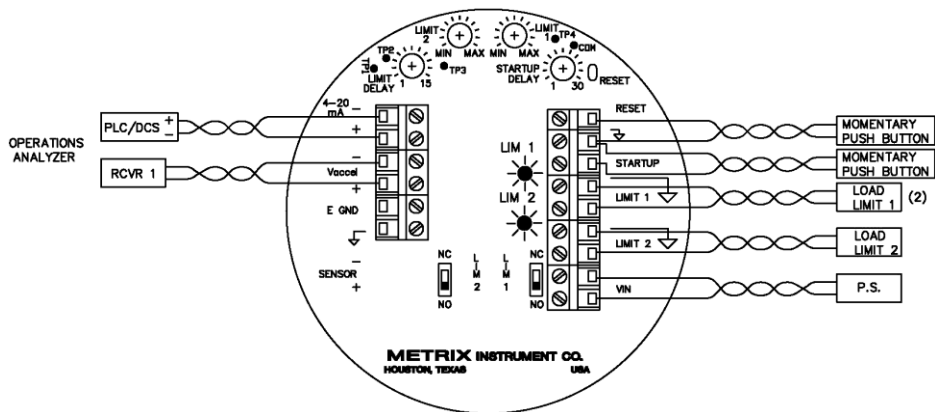

图2: 接线图(LCD 选项不显示)
有关接线信息，请参阅图 2。对于输入电源和开关输出，请使用经过认证的 14 AWG（1.5 mm²）或更小规格的导线。
- a. 将每台 SW6000 设置为常闭 (N.C.) 运行模式。(看图2)
可选的 FET 限值输出为 PLC 或其他设备的直流输入提供低泄漏开关。请勿用于交流电源。接线时必须注意 FET 的正确极性（见图 2）。接线不当会导致 FET 损坏。与双向可控硅（Triac）一样，通过相应拨动“限值 1 / 限值 2”开关，可将 FET 设置为常闭（N.C.）或常开（N.O.）模式。
如果需要远程复位功能，请将复位端子（见图 2）连接到远程安装的瞬时常开（N.O.）按钮开关。如适用，请遵守危险区域的相关要求。
如果安装了可选的 4-20 mA 输出，可将其连接至远程接收器，如接线图所示（见图 2）。该输出为电流源（15VDC），无需外部回路电源。满量程电流（20 mA）对应于面板上标示的满量程振动响应。4.0 mA 电流代表零振动状态。最大负载电阻为 600 欧姆。在电气噪声较大的场所，建议使用屏蔽双绞线电缆。
触点设置调节允许用户设定触发跳车的振动水平。该调节范围为满量程振动水平的 - 10% 至 110%。调节至中间刻度对应于 50% 的振动水平限值。通过使用数字万用表（DVM）测量限值电压，可以精确设定限值。测量该电压的测试点在图 2 中标注为 TP3（limit 2）、TP4（limit 1）和 COM（公共端）。直流电压代表满量程的百分比。例如，0.46 VDC 代表 46% 满量程的限值设定。将调节旋钮旋转至最小值（逆时针方向，CCW），用户可以测试跳车回路，包括 LED 指示灯、延时电路和双向可控硅（或场效应管）开关。